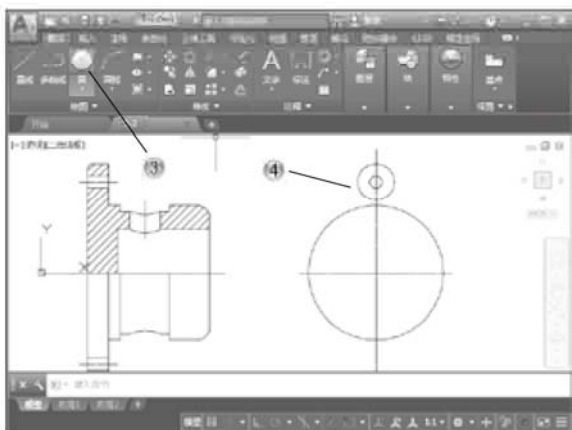

图 5-89
- ③ 单击【绘图】面板中的【圆】按钮, 如图 5-89 所示。
- ④ 在绘图区绘制半径为 2、6 的圆形。